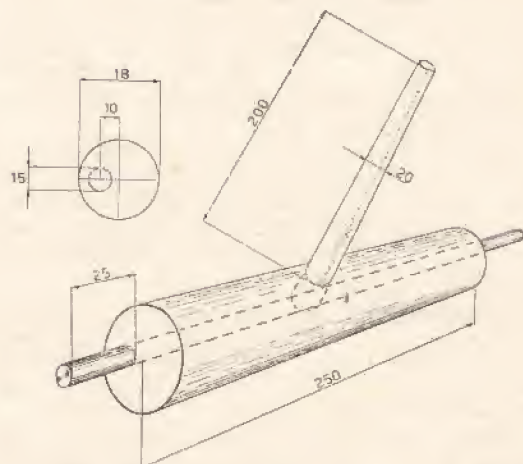
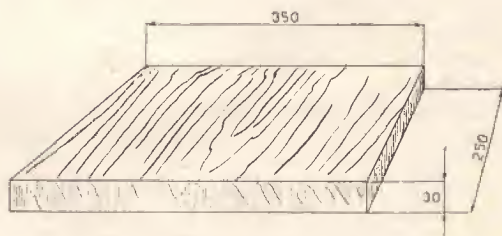
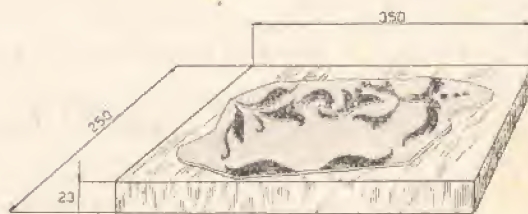

Fig. 2. — Eccentrico di pressione.
Fig. 3. — Tavoletta di pressione.
Fig. 4. — Tavola porta-clichés.
- eccentrico di pressione (fig. 2);
- tavoletta di pressione (fig. 3);
- tavola porta-clichés (fig. 4).
L'uso pratico di tale tipo di pressa è facilmente desumibile dall'esame del disegno d'insieme. Sul piano di base della scatola a figura 1, verrà sistemata la tavola porta-clichés (fig. 4), sulla superficie del quale cliché sarà cosparso l'inchiostro a mezzo rullo inchiostatore. Sui clichés adageremo il foglio di carta sul quale operare l'impressione e su quest'ultimo poggieremo la tavola di pressione (fig. 3). Inseriremo ora nelle apposite bocche di presa ricavate sui fianchi della scatola di base i perni d'estremità dell'eccentrico di pressione (fig. 2) e, mediante l'impugnatura dello stesso, ruoteremo sino a costringere la tavola di pressione contro la tavola porta-clichés.
e 8 (fig. 4) sempre di lunghezza di mm. 440.